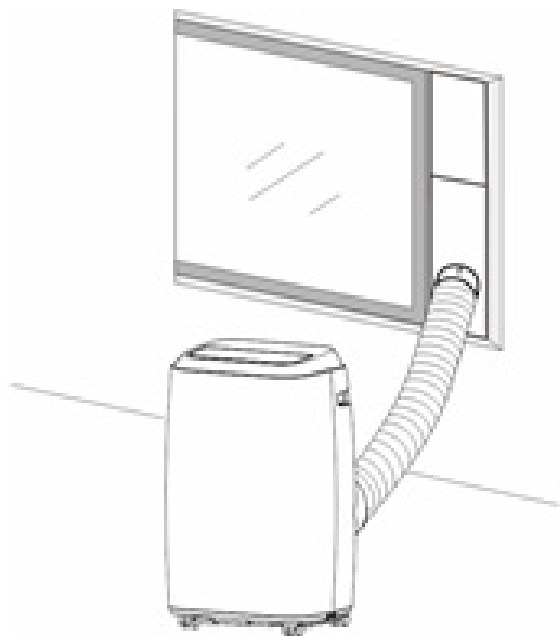
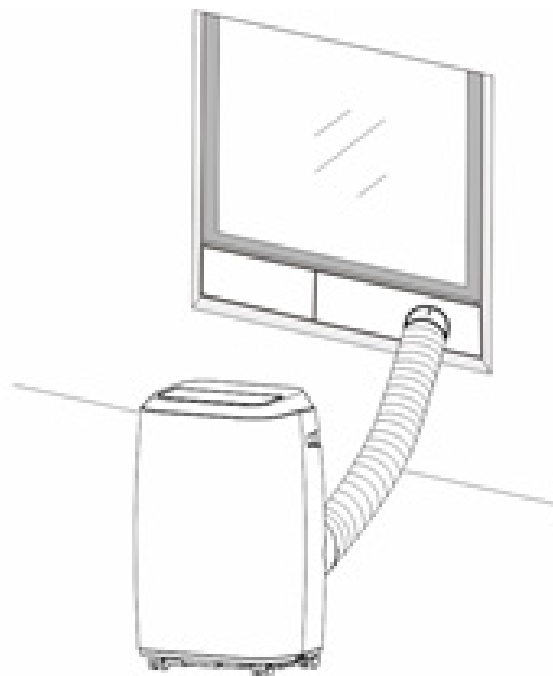

Abb. 5
Abb. 5a
2. Comme indiqué sur la Abb.5 et la Abb.5a, installer le flexible d'échappement, puis régler correctement la position de la fenêtre.